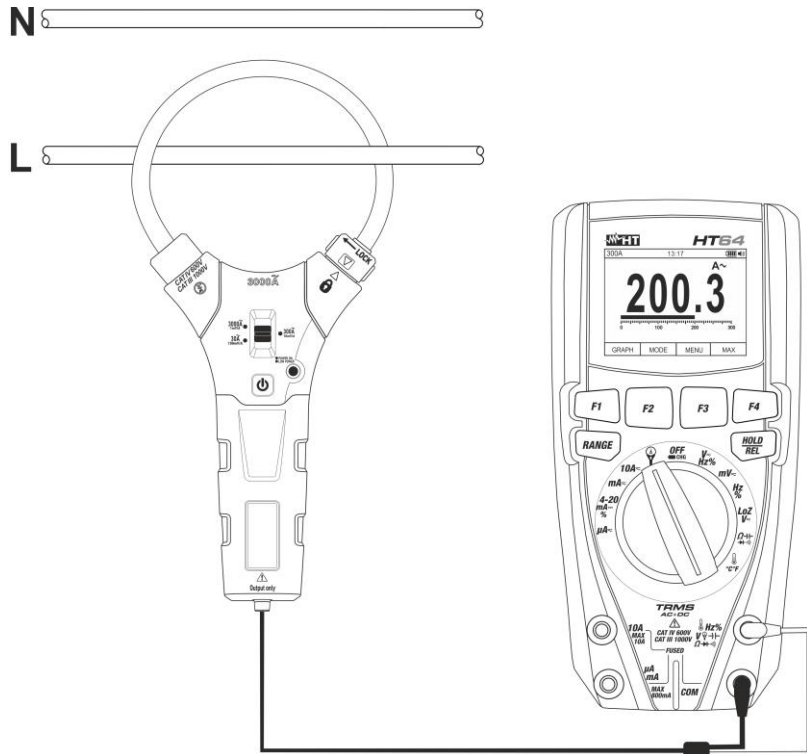

Abb. 32: Verwendung des Messgerätes für die AC/DC Strommessung mit Stromwandler
5. Legen Sie das Kabel in den Stromwandler (siehe Abb. 32). Der gemessene Stromwert erscheint auf dem Display